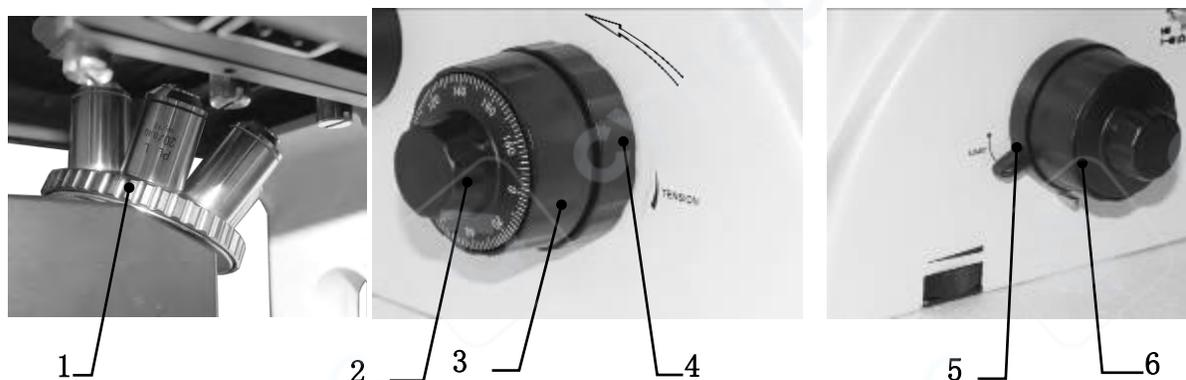

Рис. 11
(1) Грубая фокусировка осуществляется с помощью маховиков грубой фокусировки ② или ⑤, расположенных по бокам корпуса, а точная фокусировка — с помощью коаксиального маховика точной фокусировки ①. Поворот маховиков по часовой стрелке опускает предметный столик, а против часовой стрелки — поднимает. Минимальное деление маховика точной фокусировки составляет 2 мкм. См. рисунок 11.
(2) Поверните револьвер ①, чтобы установить 10-кратный объектив в световой путь (при правильной установке объектив автоматически фиксируется).
(3) Поверните маховик грубой фокусировки ③, чтобы поднять объектив в верхнее положение. Затем, наблюдая через окуляр, медленно вращайте маховик, опуская объектив, пока в поле зрения не появится изображение образца. После этого остановите вращение маховика грубой фокусировки.
(4) Вращайте маховик точной фокусировки ④ для точной настройки фокуса, чтобы получить четкое изображение образца.
(5) Зафиксируйте ограничительный маховик подъема объектива ④ в направлении, указанном на рисунке. Эта регулировка предотвращает столкновение объектива с предметным столиком или образцом при использовании объективов с коротким рабочим расстоянием. При замене объектива достаточно повернуть маховик грубой фокусировки до заранее установленного уровня и затем использовать точный фокус для быстрой настройки микроскопического изображения образца.
стрелке уменьшает натяжение (легче вращать маховик), а против часовой стрелки — увеличивает (тяжелее вращать маховик). См. рисунок 11.